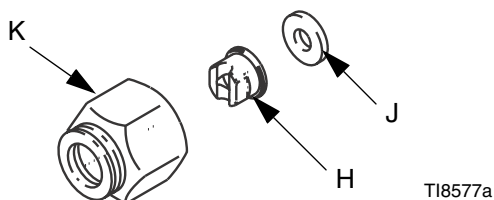

FIG. 7 : Montera munstycket
2. Sätt i sprutmunstycket (H) och packningen (J) i munstyckshållmuttern (K). Skruva på enheten ordentligt på pistolen. Dra åt med skruvnyckel. Se FIG. 7.
1. Ställ in sprutmönstret med mönstermunstycken genom att vrida öppningen horisontellt för att få ett horisontellt sprutmönster och vertikalt för att ställa det vertikalt. Se Fig. 7.